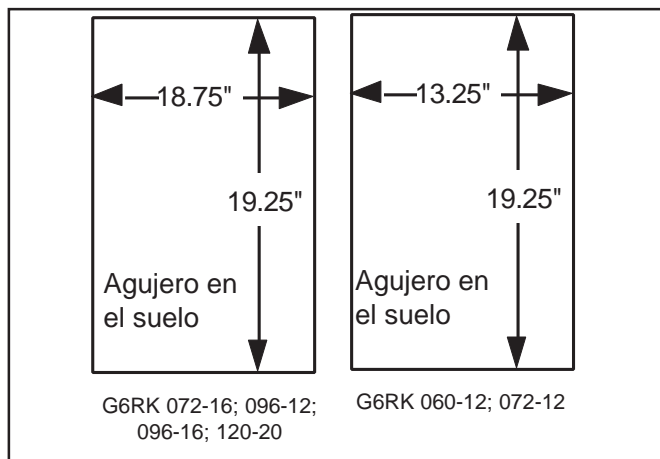

Figura 2. Abertura en una estructura de cemento
1. Realizar un agujero en el suelo, con las dimensiones de la figura 2.